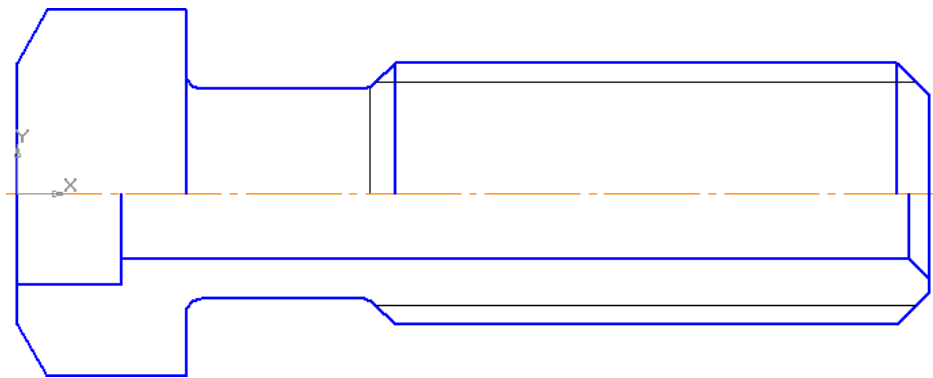

Рис. 4
2. Выполните разрез, рис. 4. Активизируйте команду **Непрерывный ввод объекта**  на панели **Геометрия** . Для первого отрезка - значение длины «8», угол – «0», координаты начальной точки (0, -7). Второй (вертикальный) отрезок проведите до пересечения с осевой линией. Прервите команду . Нажмите кнопку **Отрезок** , введите
Выполните фаску, рис. 4.